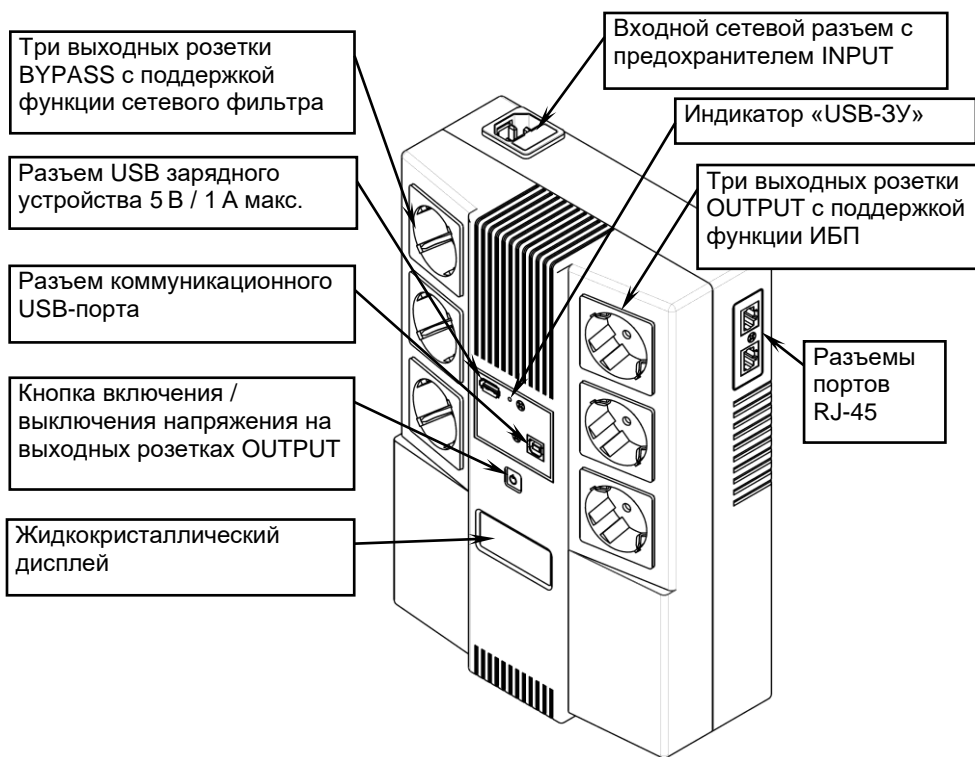

Рисунок 1 — Общий вид изделия спереди
- возможность оперативного выключения/включения напряжения на выходах с функцией ИБП кнопкой, размещенной на передней панели (см. рисунок 1).
Источник имеет (см. рисунок 1):
После подключения изделия к источнику сетевого напряжения (см. раздел УСТАНОВКА И ПОДКЛЮЧЕНИЕ) включается индикатор «USB-3У» (см. рисунок 1), на выходных розетках BYPASS (с функцией сетевого фильтра) появляется выходное напряжение, изделие осуществляет заряд встроенной АКБ, зарядное устройство USB активно.
Включение ИБП осуществляется кнопкой  (см. рисунок 1). После включения, в течение некоторого времени тестируется состояние входного сетевого напряжения, звучит длинный звуковой сигнал, все индикаторы светятся. Если уровень сетевого напряжения находится в допустимом диапазоне, изделие подает выходное напряжение на розетки OUTPUT, символы режима работы от АКБ и режима неисправности гаснут, символ режима работы от сети остается включенным. В противном случае ИБП включается в режим питания от АКБ (режим «РЕЗЕРВ»), символ режима работы от сети гаснет, а символ режима работы от АКБ остается включенным. Зарядное устройство USB остается активным.
Подключение изделия следует выполнять при отключенном сетевом напряжении питания в следующей последовательности (см. рисунок 1):